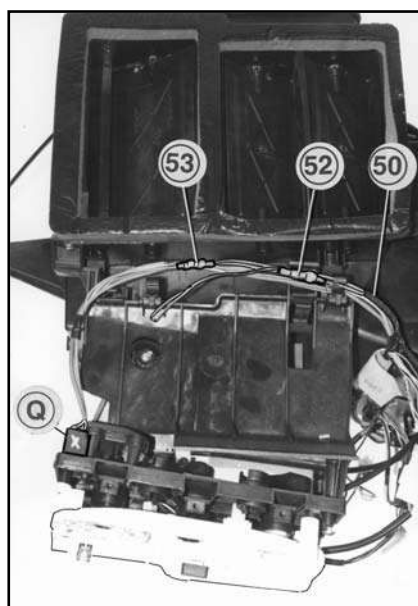

FIG. 40
- I** Eseguire i collegamenti dei cavi «NERO» e («ARANCIO» - vedi nota di fig.40) dell'impianto elettrico comandi «50» ai cavi originali provenienti dal connettore a 3 vie «Z» del cablaggio accendisigari, utilizzando giunzioni Raychem «53» (vedi pos. 9-10-17 degli schemi elettrici allegati).
- F** Effectuer les connexions des fils «NOIR» et («ORANGE» - voir note de la fig. 40) du faisceau électrique des commandes «50» aux fils d'origine provenant du connecteur à 3 voies «Z» du câblage briquet, en utilisant les raccords Raychem «53» (voir pos.9-10-17 des schémas électriques joints).
- GB** Hook up the «BLACK» and «ORANGE» wires (see note in fig. 40) of the supplied wiring system «50» to the original wires coming from the 3-pin connector «Z» for the cigarette lighter wiring. Use the Raychem connectors «53» for these connections (see the enclosed wiring diagram, pos. 9-10-17).
- D** Die elektrischen Anschlüsse der Kabel «SCHWARZ» und («ORANGE»-siehe Anmerkung der Abb. 40) der elektrischen Anlage der Steuerung «50» an die vom 3-weg Steckverbinder «Z» kommenden Kabelstrang des Zigarettenanzünders mit Raychem Verbindungen «53» anschließen. (siehe Pos. 9-10-17 der Schaltschemen im Anhang)
- E** Efectuar las conexiones de los cables «NEGRO» y («ANARANJADO» - véase nota de la fig. 40) de la instalación eléctrica mandos «50» a los cables originales provenientes del conector a 3 vías «Z» del cableado encendedor de cigarros, utilizando juntas RAYCHEM «53» (véase pos. 9-10-17 de los esquemas eléctricos adjuntos)
I Rimontare il gruppo riscaldamento «R» inserendo i raccordi pre-formati della batteria evaporante nella feritoia predisposta sul paraflamma (zona indicata con «W» in fig. 40).
F Reposer le groupe chauffage «R» en insérant les raccords préformés de la batterie évaporateur sur la fente disponible sur le pare-feu (zone indiquée avec «W» sur la fig. 40).
GB Reassemble the heating assy «R» and insert the evaporator core shaped couplings in the slit prepared on the firewall (area indicated by «W» in fig. 40).
D Heizgerät «R» wieder einbauen und dabei die Rohranschlüsse der Verdampferbatterie in die am Flamschott vorbereiteten Schlitz (mit «W» in Abb. 40 gezeigter Bereich) einsetzen. In Original-Position am Flamschott die vorher abgeänderte Flansch «K» wieder einbauen (siehe folgende Abbildung). Die Anschlüsse der Wassermuffen an Heizgerät wieder herstellen und mit gelieferten Schellen «92» an Stelle der Original-Teile festziehen.